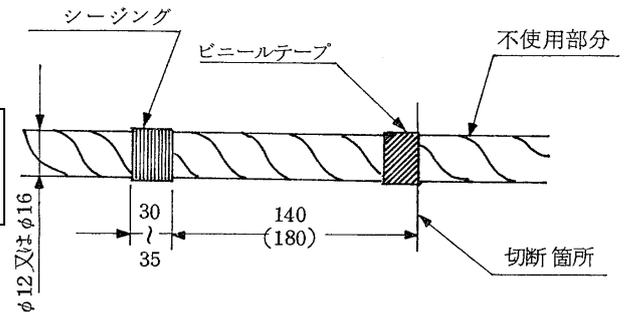

図 10-13 ロープの切断
1) ロープの切断は図 10-13 のようにシージングを行い、ビニールテープで目印を付け切断する。